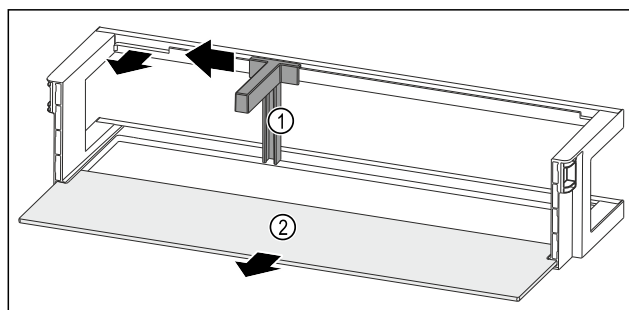

Fig. 237 Dveřní přihrádka s držákem lahví a odkládací plochou
- ▶ Držák lahví Fig. 237 (1) posuňte na stranu až k vybrání.
- ▶ Držák lahví Fig. 237 (1) odeberte.
- ▶ Odkládací plochu Fig. 237 (2) odeberte.